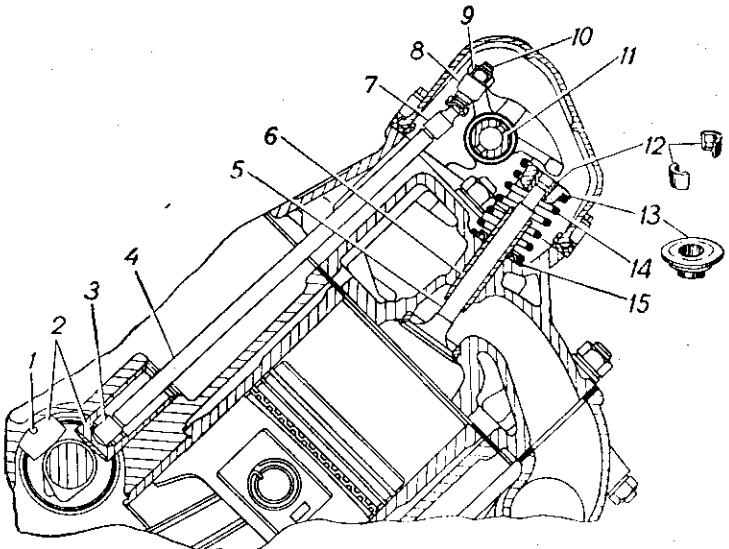

Рис. 4. Механизм привода клапанов:
Клапаны приводятся от распределительного вала через толкатели 2 (рис. 4), штанги 4 и коромысла 8. Пружина 14 клапана 5 упирается в тарелку 13, которая связана с клапаном через сухари 12. Клапан при работе двигателя проворачивается, что уменьшает износ его стержня и тарелки 13.
3. Проверьте и при необходимости отрегулируйте зазоры между клапанами и коромыслами первого цилиндра двигателя (порядок нумерации цилиндров показан на рис. 2). Для регулировки ослабьте контргайку 9 (см. рис. 4) на регулировочном винте 10 коромысла, установите по щупу требуемый зазор, вращая отверткой регулировочный винт 10, и затяните контргайку 9 до отказа. При правильно отрегулированном зазоре щуп 0,25 мм будет свободно